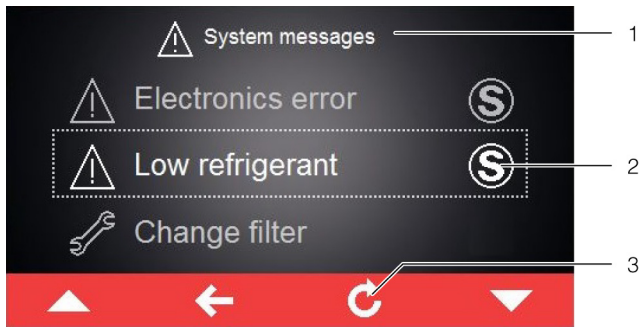

Bild 24: Bildskärm med felmeddelanden
Om ett felmeddelande föreligger, som inte kan åtgärdas av operatören själv och inte återställs av sig självt, visas bakom felmeddelandet samt i manöverpanelen bredvid symbolen för systemmeddelanden symbolen "Service" (bild 24, pos. 2).